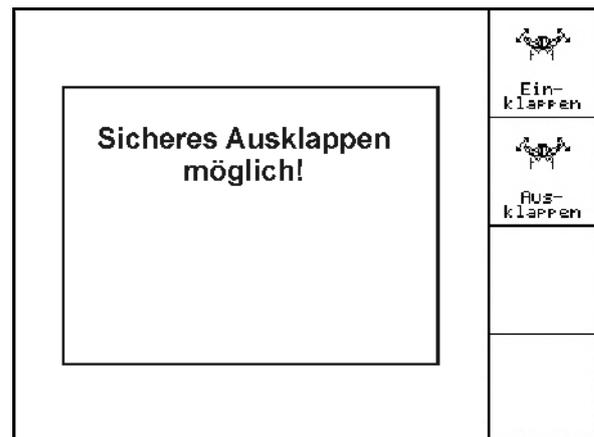

Fig. 65
- Indicación del display: ¡Permite extracción segura! (Fig. 65)